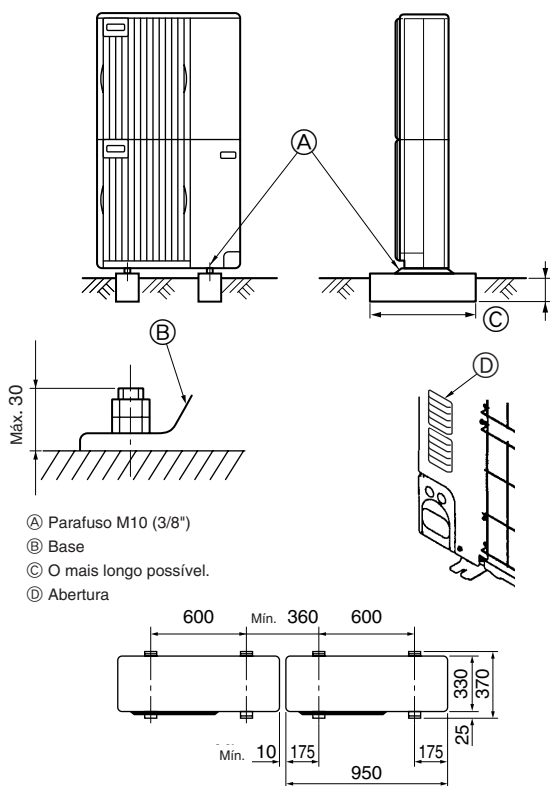

Fig. 3-1
• Certifique-se de instalar a unidade numa superfície firme e nivelada para evitar estrépidos durante a operação. (Fig. 3-1)